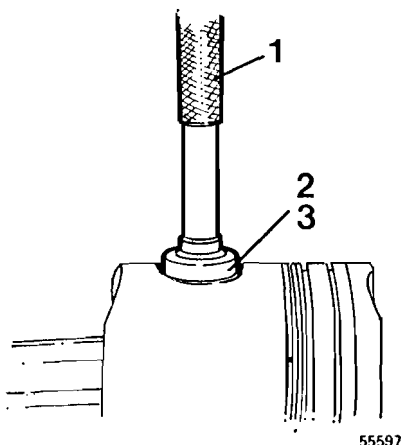

Fig. 95
- 19 Desmontar del pistón los anillos de seguridad del bulón y golpear con cuidado éste con un mandril y placas, para desprenderlo, véase fig. 95.